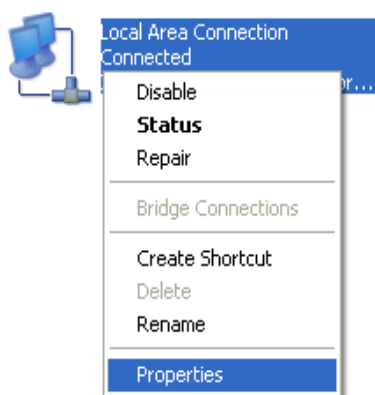

FIG. 14
3. Välj ikonen för den nätverksanslutning du kommer att använda för att kommunicera med VFE, högerklicka på ikonen och välj inställningar. Se FIG. 14.